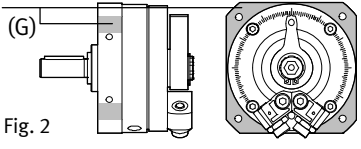

Fig. 2
1. Prüfen Sie die Notwendigkeit zusätzlicher Bohrungen im Befestigungsflansch des DSM. Mit den grauen Stellen (G) (Fig. 2) sind die Bereiche gekennzeichnet, in denen am DSM zusätzliche Bohrungen angebracht werden können (z. B. zur Aufnahme von Zentrierstiften).